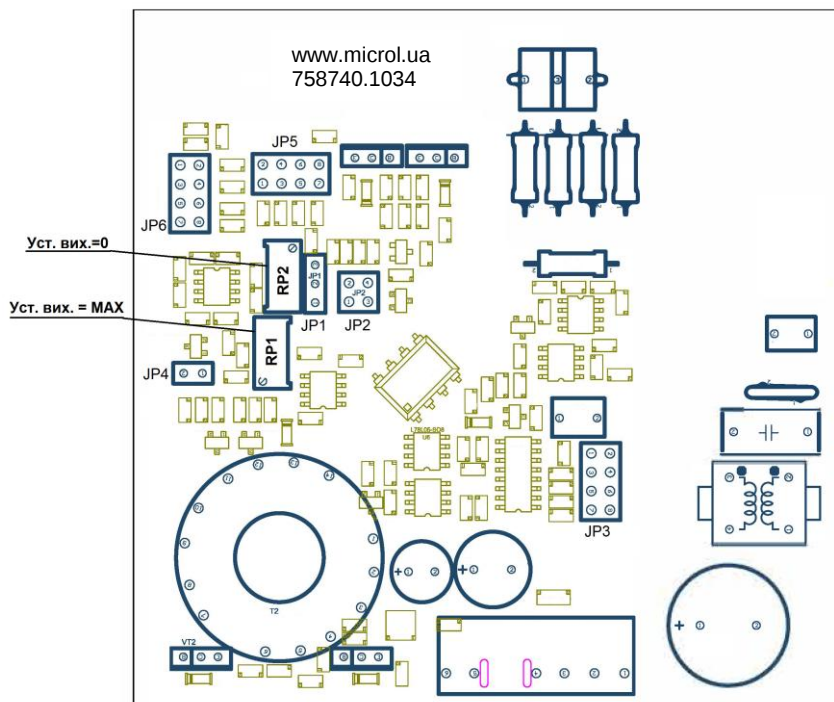

Рисунок 9.2 - Схема розташування елементів регулювання та налаштування ПНС-3 (для приладів з платою ПРМК.758740.1034).
9.5 Для переналаштування перетворювача на інші вхідні/вихідні сигнали використовуйте рисунок 9.2 (для приладів з платою ПРМК.758740.1034) і таблиці 9.3.
Час перетворення для приладу ПНС-3 із заводською установкою дорівнює 6 секунд - це максимальний час, необхідний для перетворення значення вхідного сигналу при різкій його зміні (на весь діапазон шкали - від 0% до 100% або навпаки). Якщо потрібно переналаштувати час перетворення, необхідно змінити положення переминок J7 і J8 (див. рисунок 9.4) відповідно до таблиці 9.1 або перемика JP3 (див. рисунок 9.2) відповідно до таблиці 9.5.